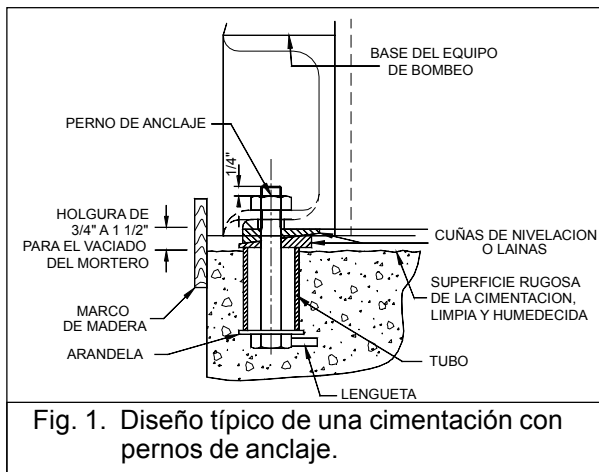

Fig. 1. Diseño típico de una cimentación con pernos de anclaje.
6.2.2 Montaje del equipo (Ver Fig. 1)